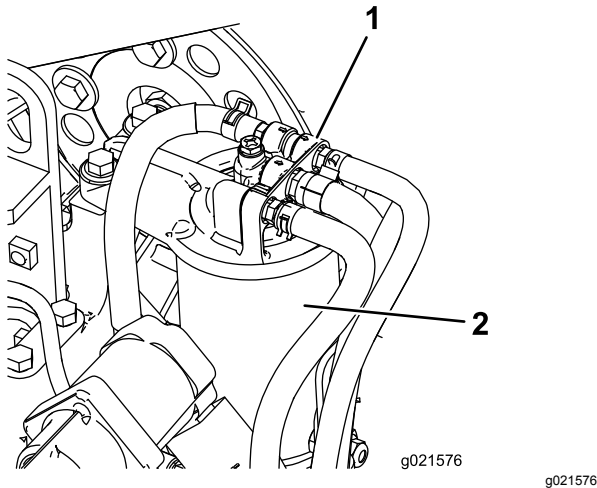

Figure 72
1. Nettoyez la surface autour de la tête du filtre à carburant (Figure 72).
2. Déposez le filtre et nettoyez la surface de montage de la tête du filtre (Figure 72).